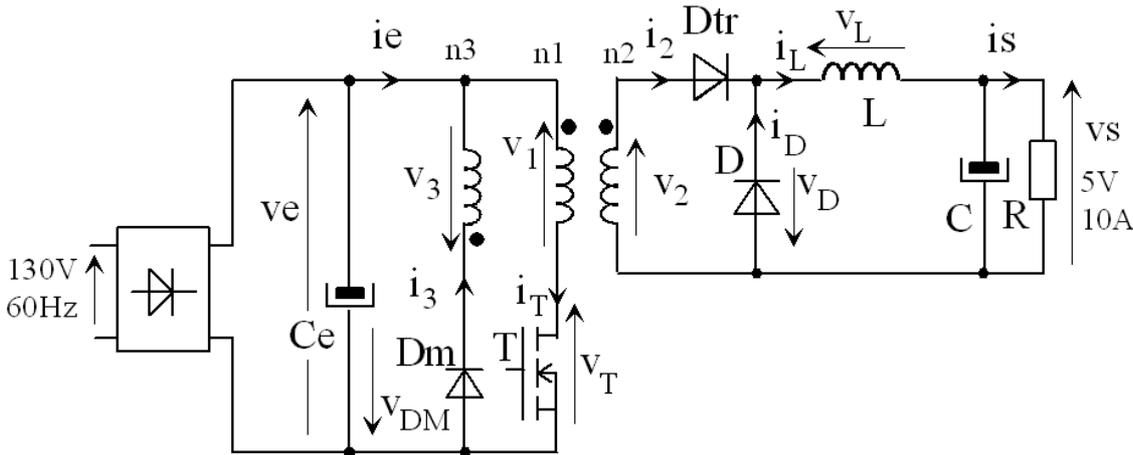

Fig. 14.1. Convertisseur AC - DC à découpage (dessins\forward1.drw).
Le schéma d'une alimentation à découpage de type "FORWARD" est donnée à la figure 14.1. Ce convertisseur est prévu pour fonctionner sur le réseau américain 130V/60Hz. Il est destiné à l'alimentation d'une carte électronique d'ordinateur fonctionnant sous 5V et consommant un courant maximum de 10A. La fréquence de travail est fixée à 50 kHz. Le rapport cyclique est constant et vaut  $\alpha = 0,5$ .
- Simplifier le schéma de la figure 14.1 pour T ON.
- Simplifier le schéma de la figure 14.1 pour T OFF